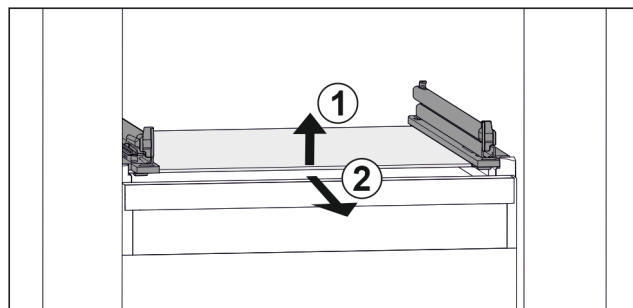

Fig. 77 Przykładowa prezentacja płyty szklanej
- ▶ Unieść płytę szklaną z przodu. Fig. 77 (1)
- ▶ Wyjąć płytę szklaną do przodu. Fig. 77 (2)